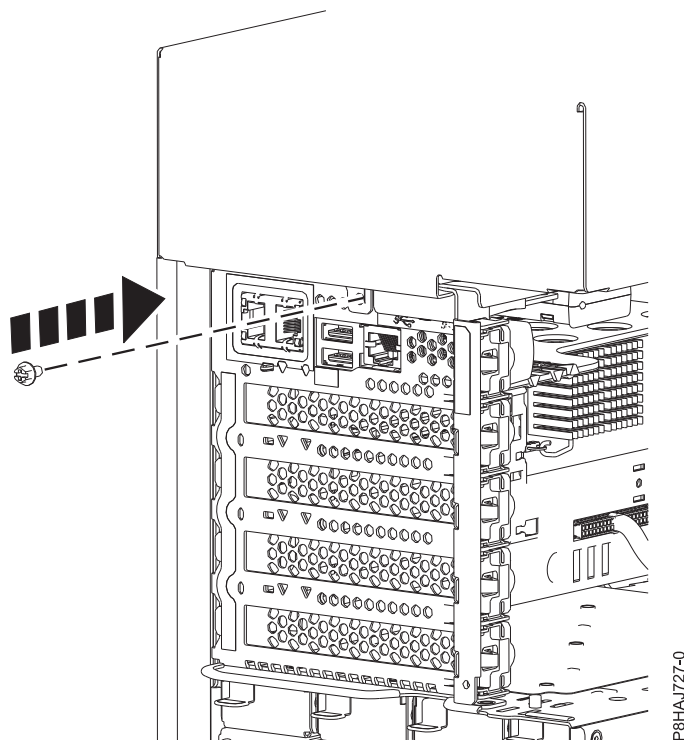

図 37. 8286-41A サイド・カバーねじの取り付け
5. プラスのねじ回しを使用して、サイド・カバー後部ねじを取り付けます (57 ページの図 37 を参照)。